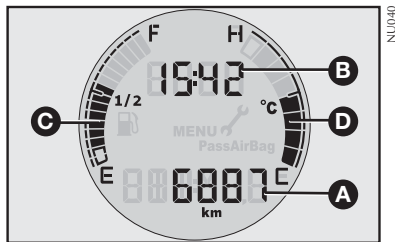

fig. 29
INFORMAÇÕES NO DISPLAY - fig. 29
- Relógio (**B**-fig. 29).
- Hodômetro total (**A**-fig. 29).
- Indicação do nível de combustível (C-fig. 29).
- Indicação da temperatura do líquido de arrefecimento do motor - D-fig. 29.